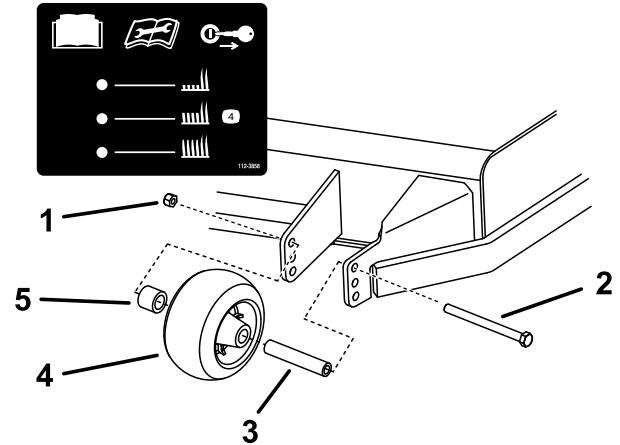
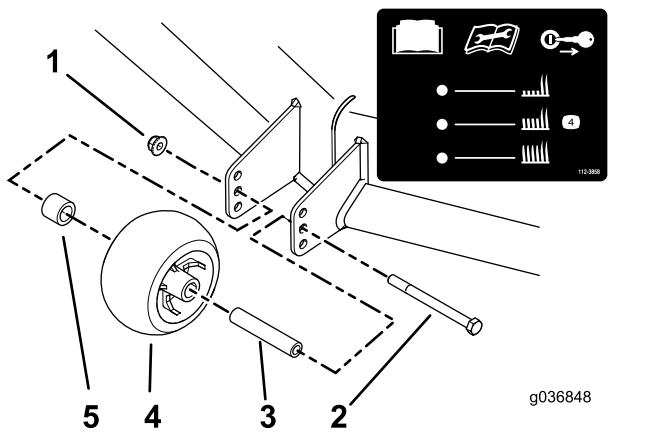

Bild 30
Bild 31
3. Stellen Sie die Antiskalpierrollen, wie in **Bild 30** und **Bild 31** abgebildet.